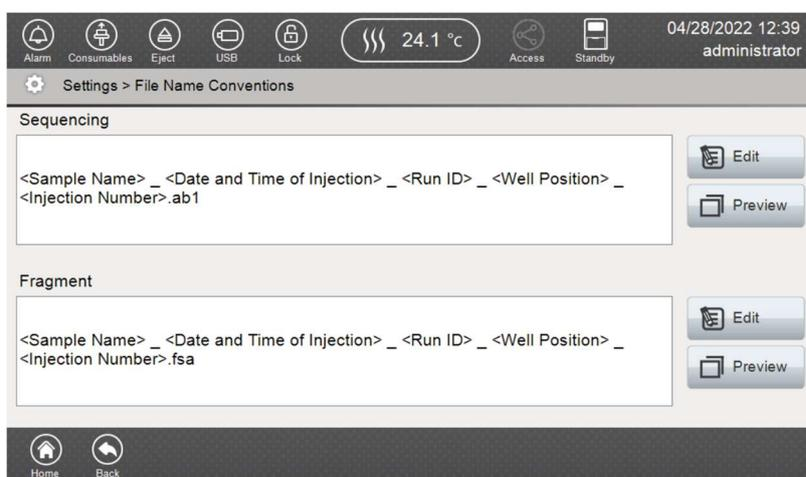

図 173 File Name Conventions 画面
8. File Name Conventions 画面（図 173）の **Preview** を選択して、属性に加えられた編集を確認してください。